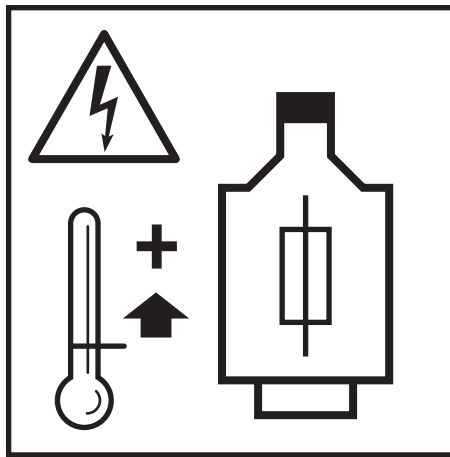

Fig.: 14
3. Incorporar un interruptor protector del motor (relé de sobrecarga) en el cuadro eléctrico (Fig.: 14)